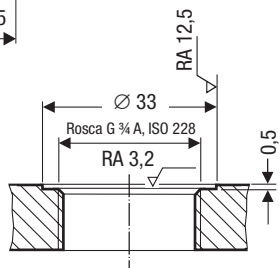

Fig. 4
- ¡Las superficies de estanqueidad de la tapa de la brida deben estar mecanizadas correctamente conforme a la **Fig. 4!**
1. Controlar las superficies de obturación. **Fig. 4**
2. Colocar la junta anular adjunta **5** sobre la superficie de obturación de la conexión roscada o de la tapa de brida. **Fig. 4**